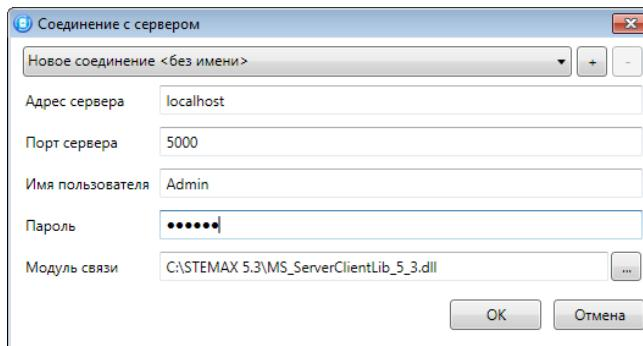

Рис. 4.9. Подключение к серверу STEMAX
**Шаг 1:** установите подключение к серверу STEMATRIX. Для этого в меню *Файл* выберите *Подключиться к серверу ПЧН или* нажмите кнопку . В окне авторизации (Рис. 4.9) введите данные в соответствии с таблицей (Таблица 6) и нажмите кнопку *OK*.